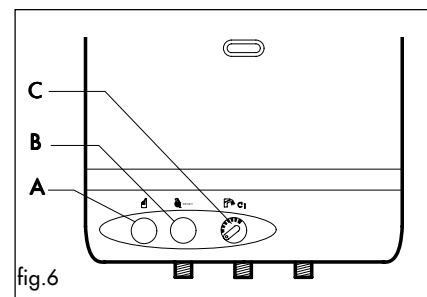

fig.6
Il diagramma di seguito riportato indica il campo di lavoro della modulazione elettronica di cui l'apparecchio è equipaggiato. Tramite la manopola del potenziometro (C) (vedi Fig.6) è possibile selezionare la temperatura dell'acqua richiesta tra un minimo di 40°C ed un massimo di 65°C.